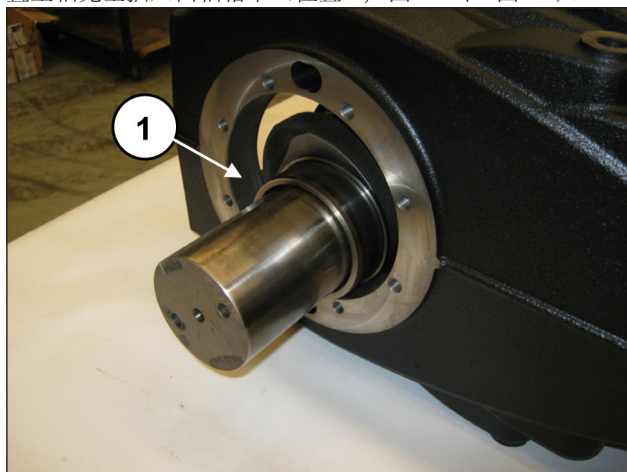
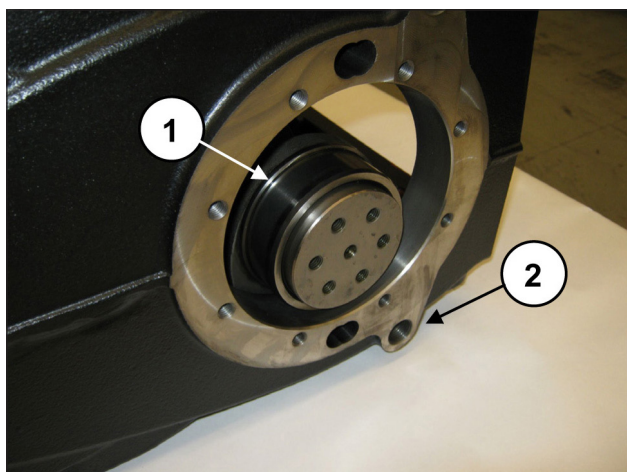

图 51
图 52
曲轴的安装必须令动力输出轴侧的对面与泵壳排油塞孔G1/2" 相对 (位置②, 图 52)。
直至轴完全插入曲轴箱中 (位置①, 图 51 和 图 52)。